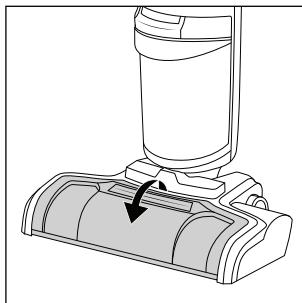

Abb. 33
- ◆ Fassen Sie den Spritzschutz **⑦** oben an der Griffkante (**PULL**) und ziehen Sie diesen nach vorne, um ihn vom Fußteil **③** zu entfernen (siehe Abb. 33).